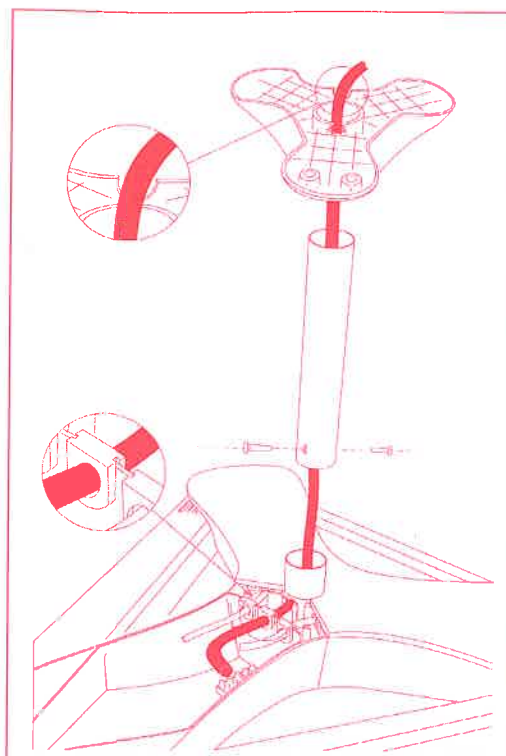

Fig.11
- Führen Sie den Anschluss der Stromverbindung an der Klemmleiste des Girosole - gemäß den Anweisungen (Kap. 2) - durch. Das Stromversorgungskabel des Deckenmodells wird nach der „von Oben aus“ Art und Weise in die Halterung eingeführt. Das Kabel passiert sowohl den Kabeldurchgang sowie die an der Frontseite gelegene Öffnung, um dann an der oberen Seite der Plastikverbindung auszutreten. Der gesamte Verlauf wird in Abb. 11 gezeigt.
- Führen Sie also das Kabel durch das Metallrohr (Abb.11).
- Befestigen Sie sodann das Metallrohr an der Plastikverbindung durch kräftigen Druck (Abb. 11).
- Befestigen Sie das Rohr an der Verbindung durch 2 Blechschrauben mit den Maßen 3.5 x 6 in den zwei sich gegenüberliegenden Löchern (Abb.11).
- Executar a instalação eléctrica na régua de bornes do Girosole seguindo as instruções anteriormente fornecidas (Cap.2). No modelo de tecto o cabo de alimentação passará segundo a modalidade "por cima". Deverá atravessar seja o passa-cabo seja o furo posto defronte a este na união de plástico para sair, enfim, pelo lado superior da união de plástico. Todo o percurso está ilustrado na Fig.11
- Fazer o cabo passar pelo tubo metálico (Fig.11)
- Introduzir o tubo metálico na união de plástico pressionando com força (Fig.11).
- Fixar o tubo à união utilizando os 2 parafusos diâmetro 3.5x6 auto-roscentes nos dois furos contrapostos (Fig.11).